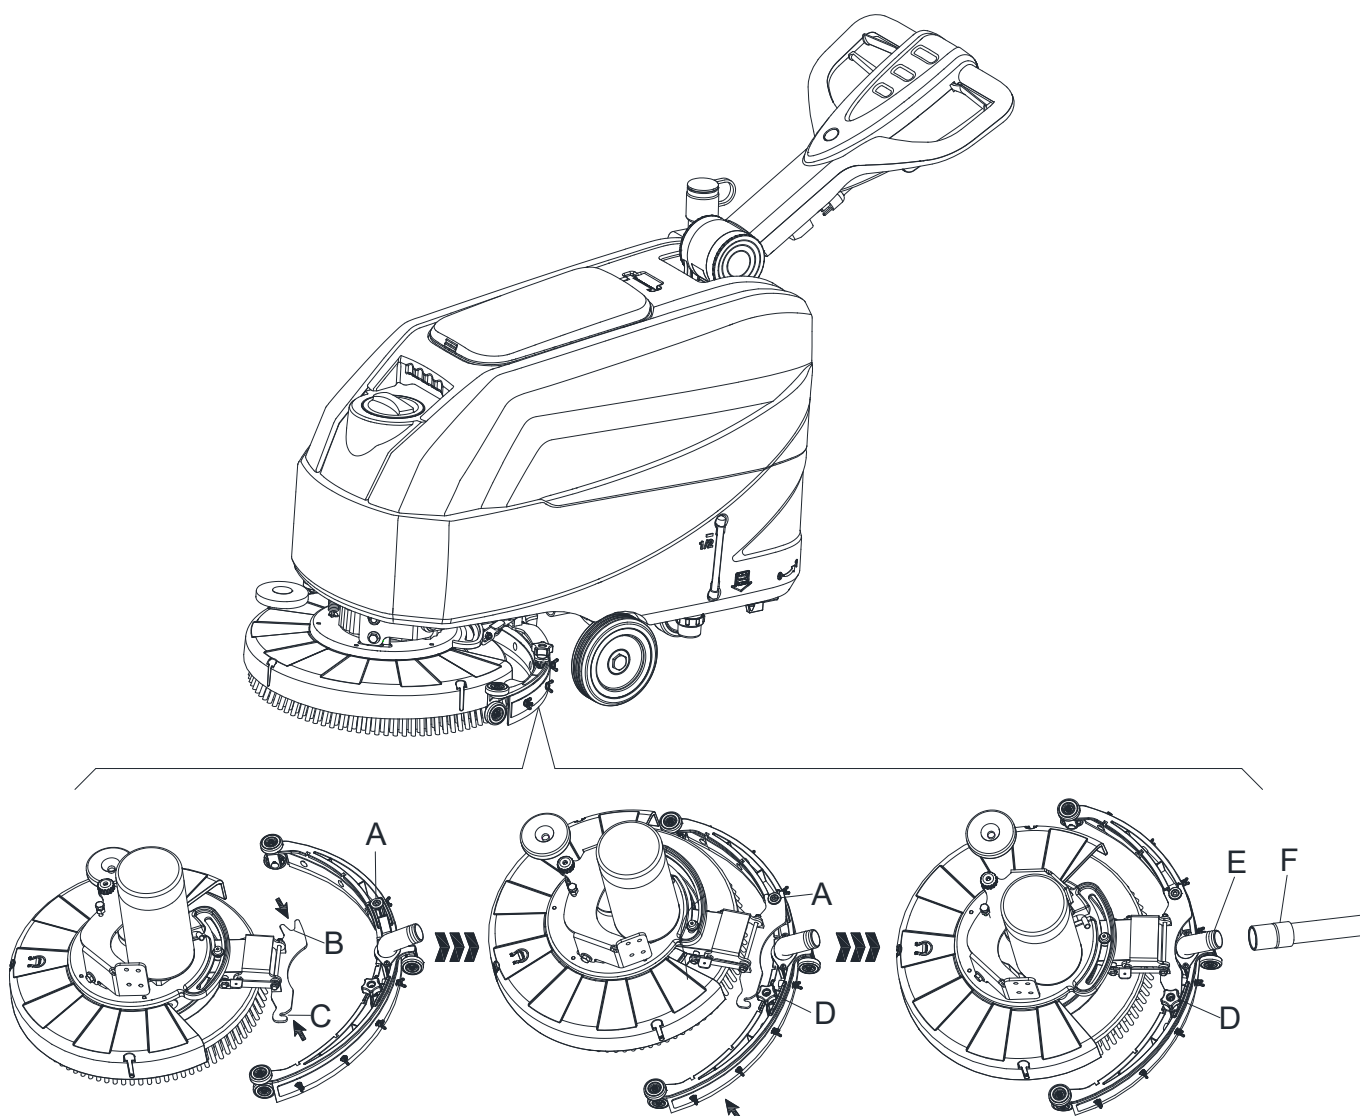

Рис. 4
5. Зафиксируйте штифт А в отверстии В, затем зафиксируйте другой винт С в отверстии D, закрепите кнопку скребка и подключите сливной шланг бака грязной воды F к разьему E (Рис. 4).